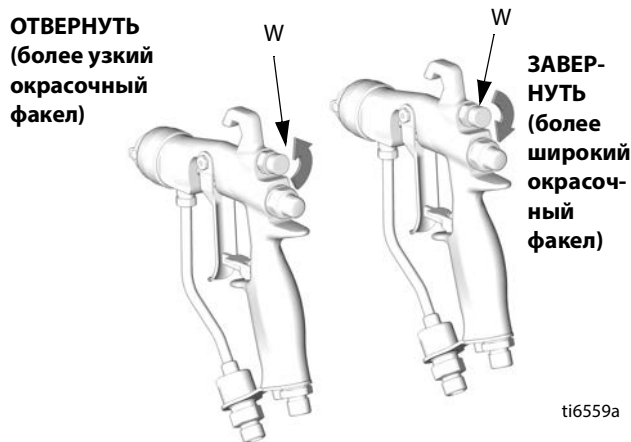

Рис. 6. Регулировка воздуха для окрасочного факела
6. См. Рис. 6. Закройте подачу воздуха, используемого для формирования окрасочного факела, полностью повернув ручку (W) по часовой стрелке (завернуть). Это приведет к формированию наиболее широкого окрасочного факела.
См. Рис. 6. Чтобы сузить факел распыла, поверните ручку клапана регулирования факела (W) против часовой стрелки (завернуть). Если ширина окрасочного факела все еще недостаточна, немного увеличьте давление воздуха, подаваемого в краскораспылитель, или воспользуйтесь соплом другого размера.